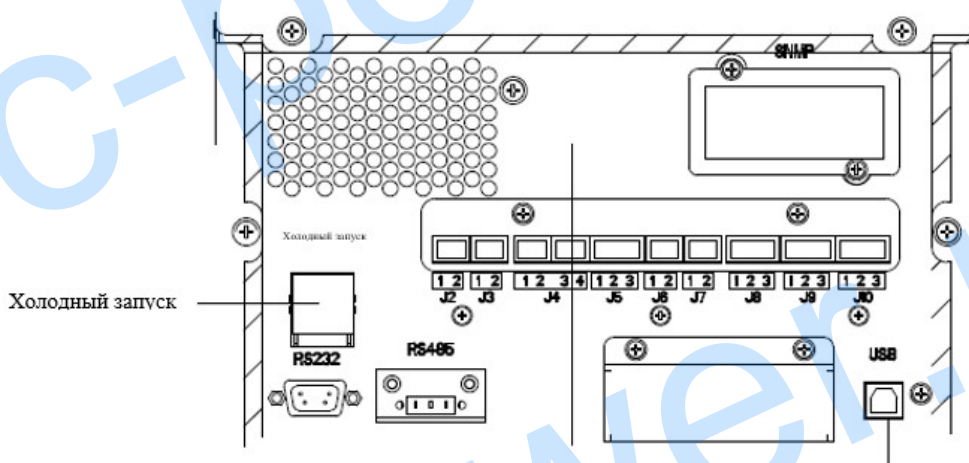

Рис. 5-1. Кнопка холодного старта.
2. Для запуска в режиме «холодного старта», нажмите красную кнопку (Рис.5-1).